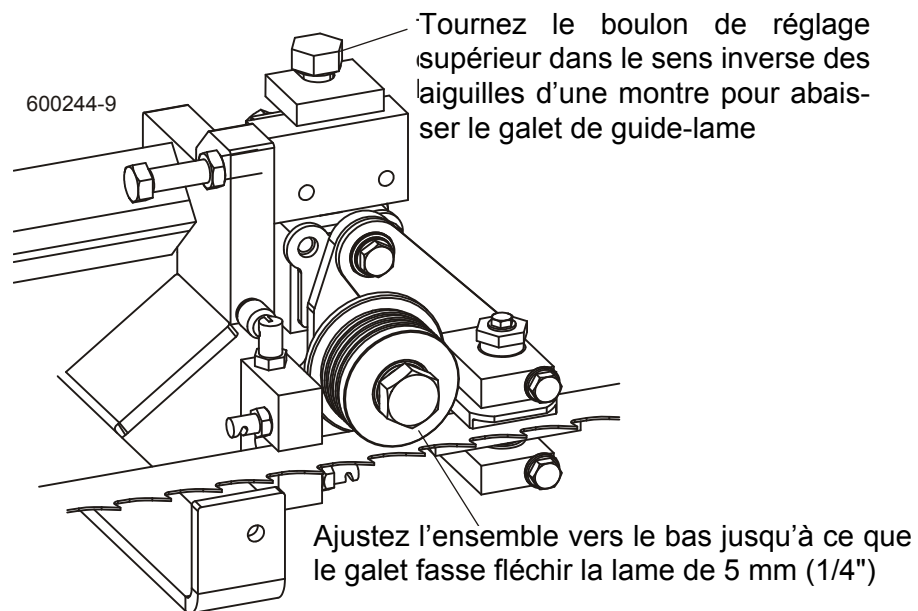

FIG. 7-35
**Voir Figure 7-35.** Levez la tête de coupe jusqu'à ce que la lame se trouve à 375 mm (15") au-dessus d'un support de banc. A l'aide d'un mètre, mesurez la distance réelle du sommet du support jusqu'au bas de la lame.